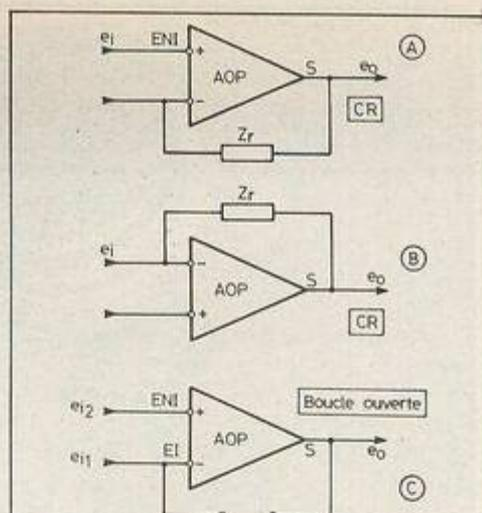

Fig. 5
À la figure 5 on montre les montages de gain d'un AOP.
Le montage général de (C) figure 5 est réalisable avec une entrée différentielle. Le gain en boucle ouverte est alors :
Les montages avec CR des amplificateurs opérationnels ont été indiqués précédemment (voir fig. 5, 6, 7).